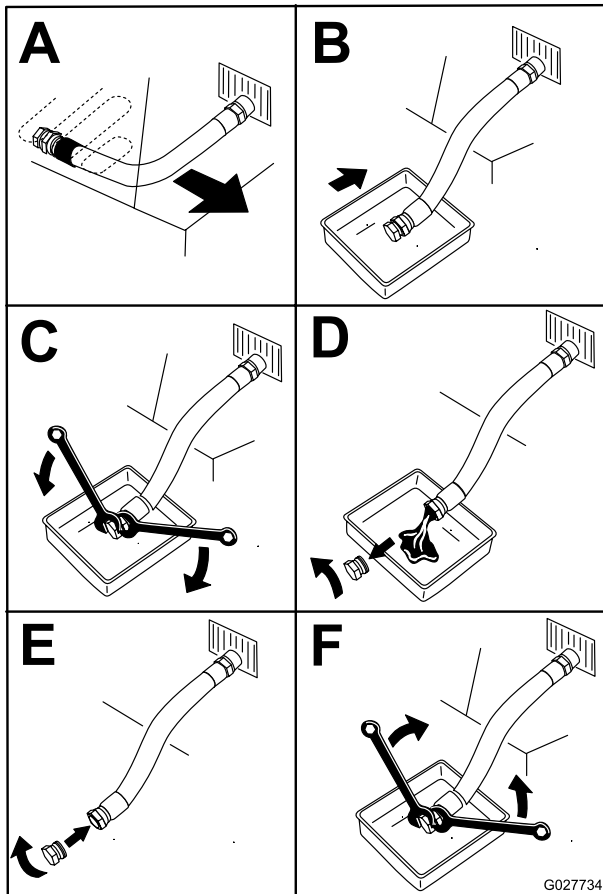

Figure 48
4. Avant de quitter la position d'utilisation, coupez le moteur, enlevez la clé de contact et attendez l'arrêt de toutes les pièces mobiles (Figure 48).